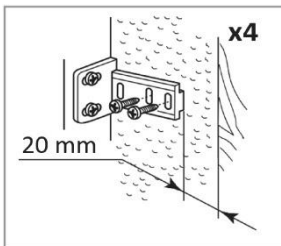

Abb.11
- Bringen Sie den Schieber in der Halterung an und befestigen Sie den Schieber an der Türverkleidung 20 bis 22 mm von der Blendenkante entfernt, wie in Abbildung 11 dargestellt, wobei darauf zu achten ist, dass der Schieber mittig und horizontal innerhalb der Halterung positioniert wird. Ziehen Sie das Ganze sicher von Hand an.